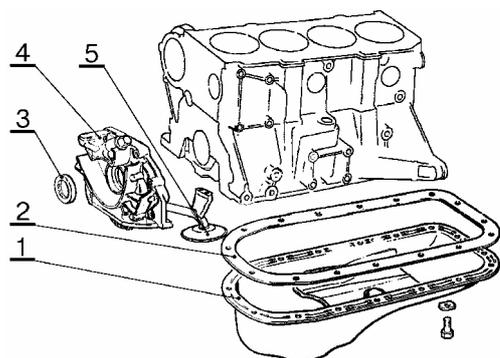

Рис.23.
- снять масляный картер 1, рис.23, и прокладку 2 (головка сменная 10 и вороток коловоротный или удлинитель и гайковерт типа ИП - 3111);